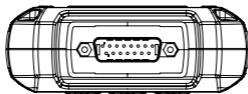

図 2.1.2
7. DB15 オスコネクタ：このコネクタは、OBD-II 診断ケーブルとバッテリーテストケーブルに接続するものです。（図 2.1.2 を参照）